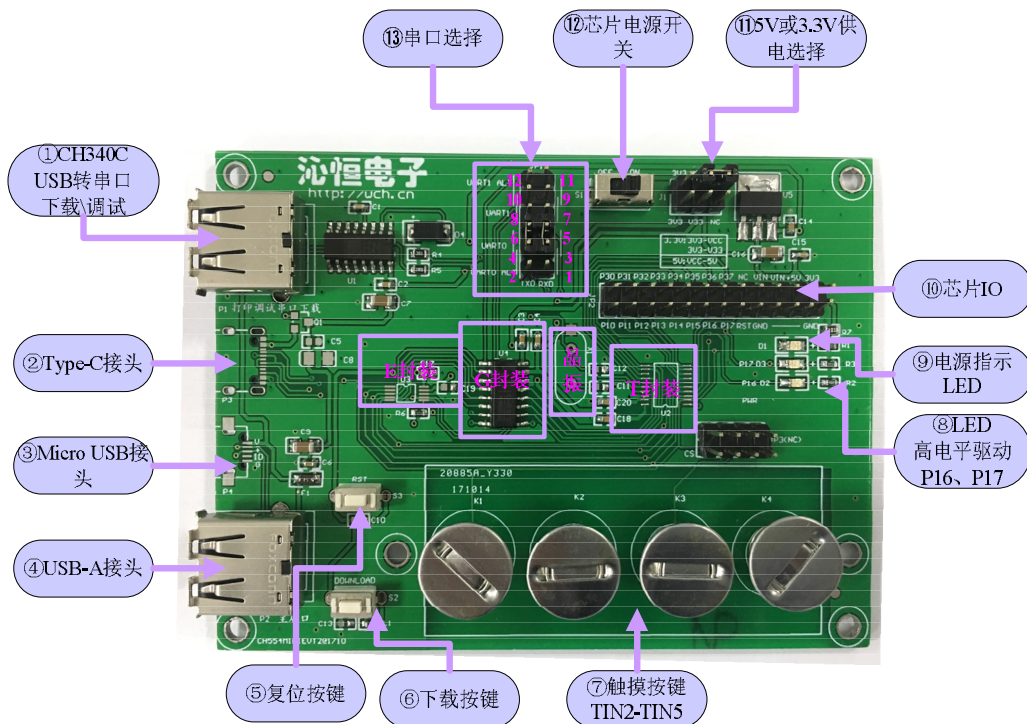

图 1.1: CH554MINIEVT2@1711 (新版)
a. 板子断电, 图 1.1 的⑪跳线选择芯片供电电压, 如  , 为 5V 供电;
b. 按住图 1.1 的⑥Download 键  , 将③或④与 PC 相连;
d. 松开⑥;
e. 使用 ISP 软件下载, 具体参考 3.3 的①;
a. 板子断电，图 1.1 的⑪跳线选择芯片供电电压，如 ，为 5V 供电；
b. 串口下载使用芯片的 P16（RXD）和 P17（TXD）引脚，将图 1.1 ⑬选择串口 1（短接 9-7;10-8）；
（1）按键下载：按住图 1.1 的⑥Download 键 ，通过①连接 PC，松开按键；